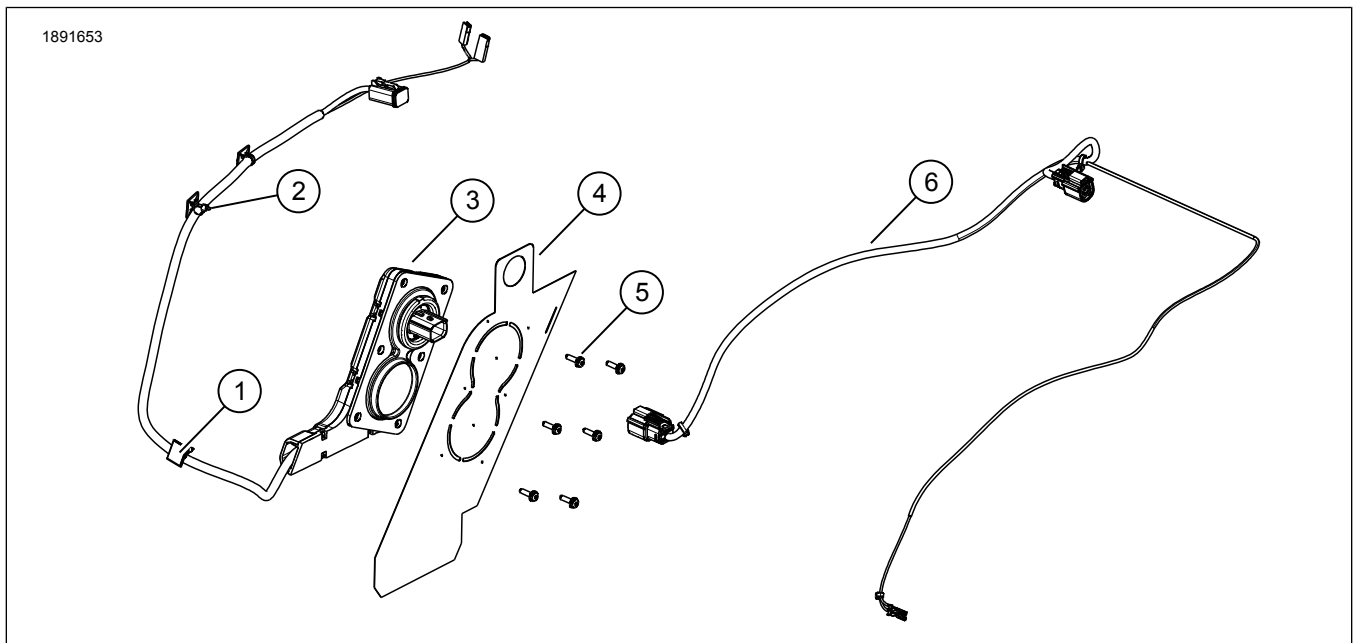

Figura 1. Contenido del kit: Kit de instalación de subwoofer secundario Harley-Davidson Audio con tecnología Rockford Fosgate
- a. Figura 1 El conector original del arnés de bloqueo/altavoz de la alforja izquierda de 6 vías [288B] se reemplaza por el conector de 8 vías del arnés del subwoofer secundario (6).
3. Figura 1 Si está equipado con cerraduras eléctricas, retire los tapones de sellado de la cavidad 1 y 2 de la alforja izquierda, conector de panel de 8 vías [288A] (3).